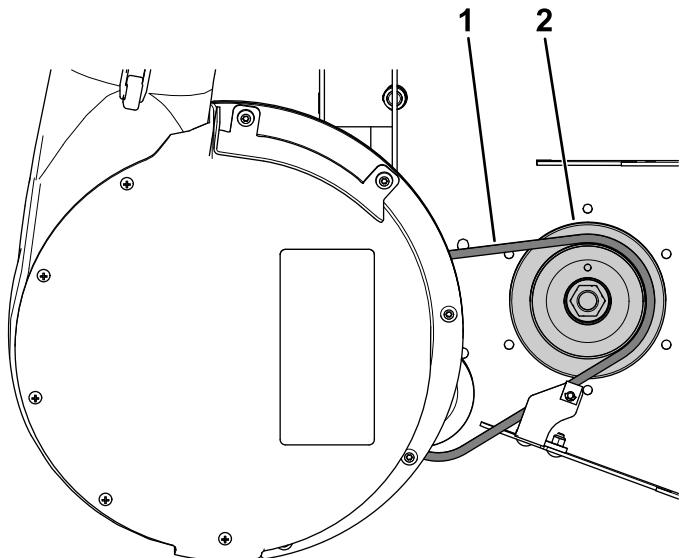

Figura 21
1. Tirate indietro la puleggia tendicinghia caricata a molla ed avvolgete la cinghia del soffiatore attorno alla puleggia motrice (Figura 21).